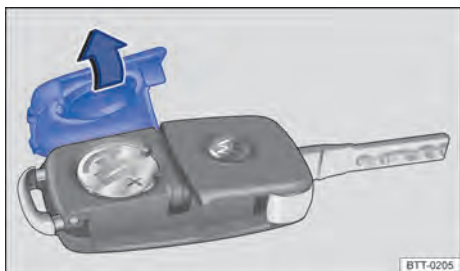

Fig. 38 Chave do veículo: abrir a cobertura do alojamento da bateria.
- Retirar a cobertura no lado posterior da chave do veículo ⇒ **Fig. 38** no sentido da seta ⇒ .
- Posicionar a cobertura conforme indicado ⇒ **Fig. 38** e pressionar no sentido contrário ao da seta sobre a carcaça da chave do veículo até encaixar.